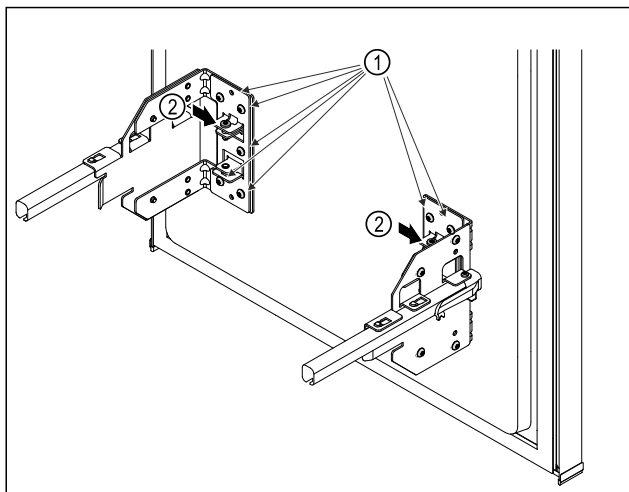

Fig. 8
- Lagano otpustite vijke Fig. 8 (1).
- Okrenite vijke Fig. 8 (2) radi pomicanja izvlačnih kutija prema gore ili prema dolje.
- Pritegnite vijke Fig. 8 (1) do kraja.